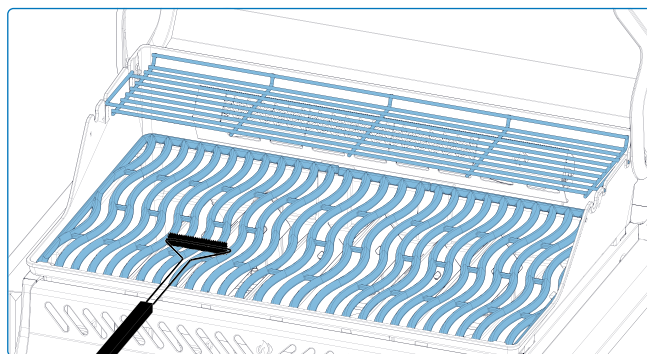

Fig. 8
- Nettoyez les grilles de cuisson en acier inoxydable en préchauffant le barbecue et en utilisant une brosse métallique pour enlever les résidus (**Fig. 8**).